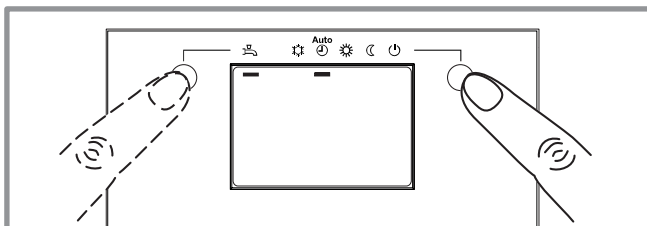

Abbildung 6 - Auswahl der Heizbetriebsart AUTO und Die Betriebsart "TWW" auswählen
- Die Betriebsart "AUTO" auswählen (Abbildung 6).
- Die Betriebsart "TWW" auswählen (Abbildung 6).